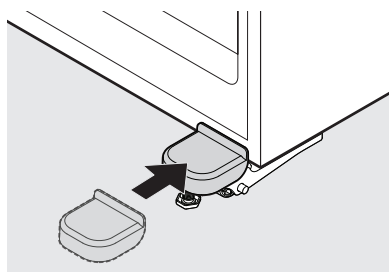

Figura 7
18. Vuelva a instalar la cubierta de la bisagra doblando con cuidado las lengüetas de la cubierta hacia fuera, mientras desliza la cubierta sobre la bisagra hasta que enganche en su lugar con un chasquido (vea la figura 7).